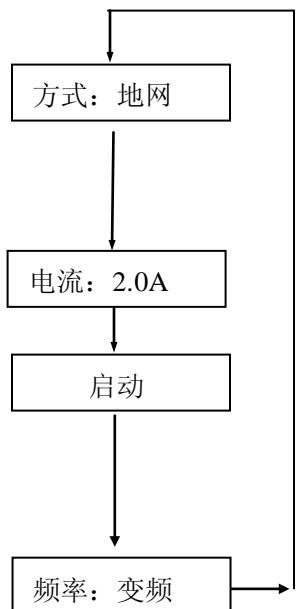

图 4
- 2) 按 ▶ 键可移动光标至各菜单项，并循环指示。被选中项反白字体显示。选择键的流程见图 4 所示。